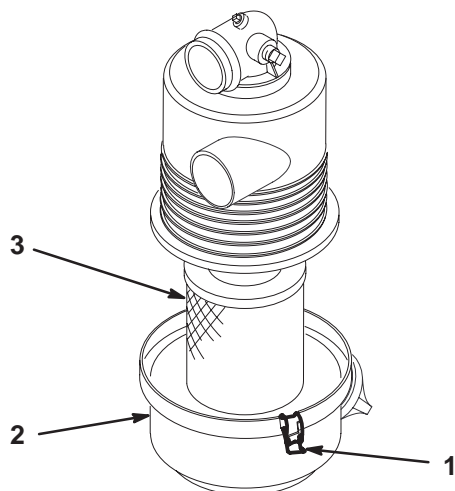

Bild 21
3. Lösen Sie die Laschen, mit denen die Abdeckung am Luftfilterkörper abgesichert wird. Trennen Sie die Abdeckung vom Körper ab. Reinigen Sie die Innenseite der Luftfilterabdeckung (Bild 21).
4. Schieben Sie den Filter vorsichtig aus dem Körper heraus, um das Losrütteln von Staub zu minimieren (Bild 21). Vermeiden Sie ein Anstoßen des Filters am Filterkörper.